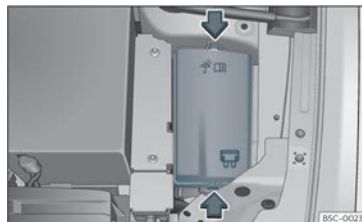

Fig. 48 Dans le compartiment-moteur : cache du boîtier de fusibles.
- Appuyez sur les languettes de verrouillage pour déverrouiller le cache de la boîte à fusibles »» fig. 48.